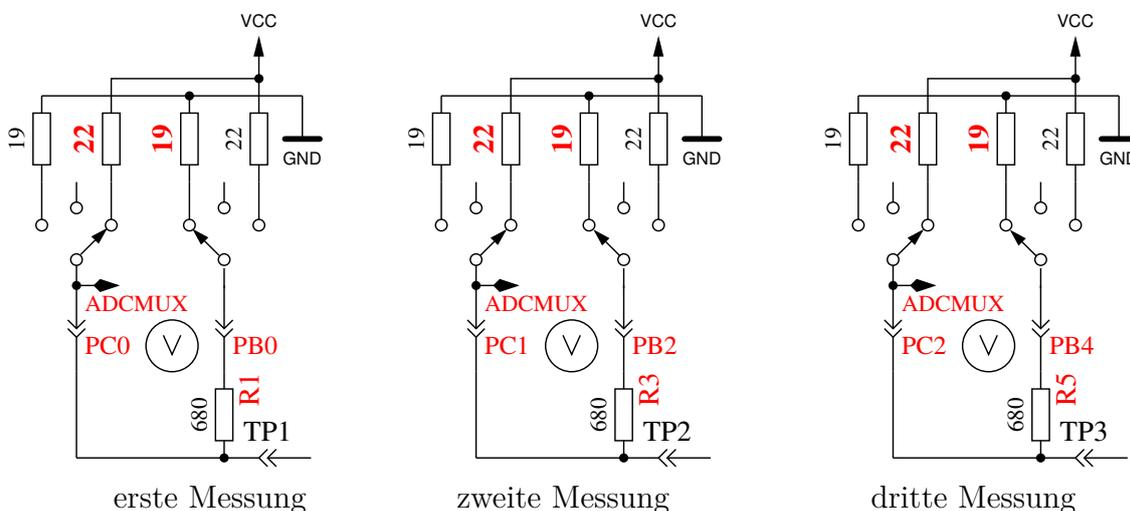

Abbildung 2.3. Messung des Innenwiderstandes des auf VCC geschalteten Port-C-Ausgängen.
9. **Messung des Innenwiderstandes von auf VCC geschalteten Port-Ausgängen.** Der benötigte Strom wird von auf GND geschalteten 680Ω-Widerständen geliefert. Es ist die gleiche Messung wie die in Test 8 zur anderen Seite, wie in Abbildung 2.3 gezeigt wird. Der Innenwiderstand wird wie folgt berechnet: Um den Strom zu berechnen: $(5001 - (\text{ErgebnisvonTest8}) - (\text{ErgebnisvonTest9})) / 680$. Die Widerstandswerte ergeben sich, wenn die gemessene Spannung durch diesen Strom dividiert wird. Das Ergebnis für diesen Test wird dann in Zeile 1 mit dem Text „RI_Hi=“ in Ω angezeigt, der Innenwiderstand zur GND-Seite wird in Zeile 2 mit dem Text „RI_Lo=“ angezeigt. Diese Werte werden ab Software-Version 1.06k bei jeder Messung neu bestimmt und hier nur dargestellt.